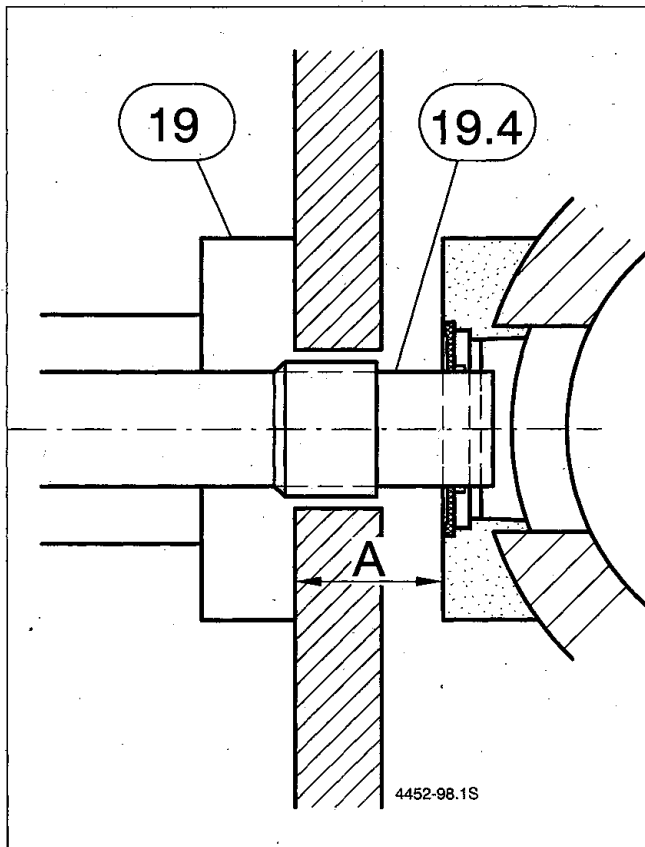

Bild 15
a) bei Keramikrohr Fabr.-Schiedel (Bild 15):